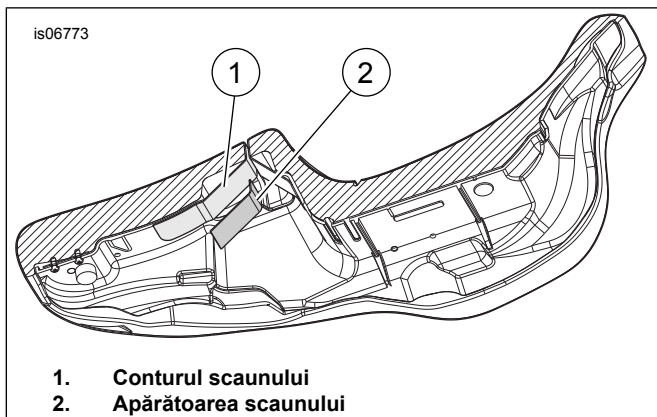

Figura 4. Partea inferioară a scaunului
13. Figura 4 Observați forma suprafeței pe care apărătoarea scaunului (2) o va acoperi și modelați ușor apărătoarea pentru a se potrivi mai bine conturilor scaunului (1).